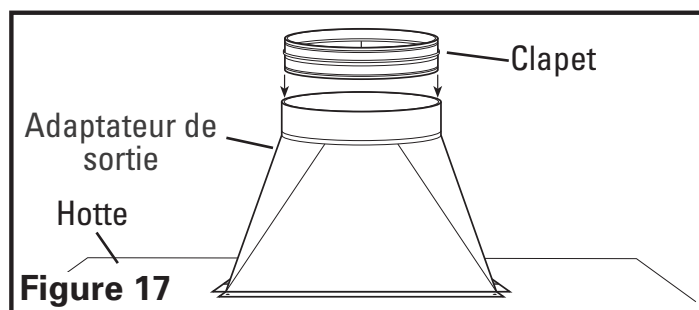

Figure 17
9. Il est fortement recommandé qu'un clapet anti-retour soit installé pour prévenir que l'air extérieur circule vers la maison. Choisir un clapet anti-retour (disponible séparément) de taille appariant le diamètre de l'adaptateur de sortie. Fixer le clapet anti-retour dans l'adaptateur de sortie, faire l'ajustement serré dans l'ouverture ronde de l'adaptateur jusqu'à ce qu'il soit complètement inséré, en vous assurant que le clapet s'ouvre en provenance de la hotte sinon le débit d'air sera restreint (**Figure 17**).